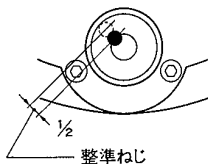

図 7.2
- 3) 整準ねじ⑥ですれ量の半分を戻します。(図 7.2)
- 4) あとの半分を六角棒スパナ⑬を使い、円形気泡管調整ねじ④を回して、○内に気泡を入れて下さい。